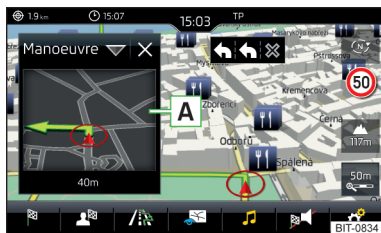

Fig. 160
Infotainment oferă posibilitatea de a afișa în fereastra suplimentară **Poziție** » fig. 160 la pagina 151 următoarele informații referitoare la poziția geografică actuală a autovehiculului, precum și la semnalul prin satelit.
- › Pentru **selectarea conținutului** ferestrei suplimentare **A** » fig. 160, atingeți suprafața de comandă funcții și, în funcție de context, selectați unul din următoarele meniuri.